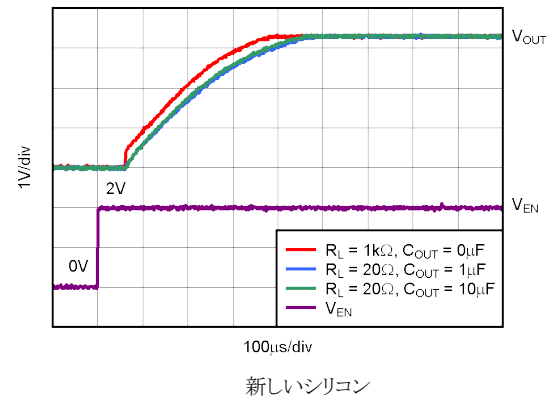

図 5-40. TPS73633 のターンオン応答
イネーブルピン (EN) はアクティブ High であり、標準の TTL-CMOS レベルと互換です。 V_{EN} が 0.5V (最大値) 未満になると、レギュレータはオフになり、GND ピンの電流は約 10nA にまで低下します。EN ピンを使用してレギュレータをシャットダウンすると、すべての電荷がパストラジスタのゲートから除去されます。 V_{EN} が 1.7V (最小値) を超えるとレギュレータはオンになり、出力は制御された V_{OUT} に戻ります (詳細は 図 5-40 を参照)。